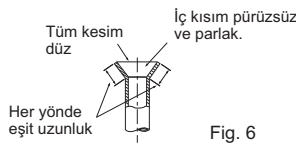

Fig. 6
- Dış açma işini Fig. 6 ile karşılaştırın.